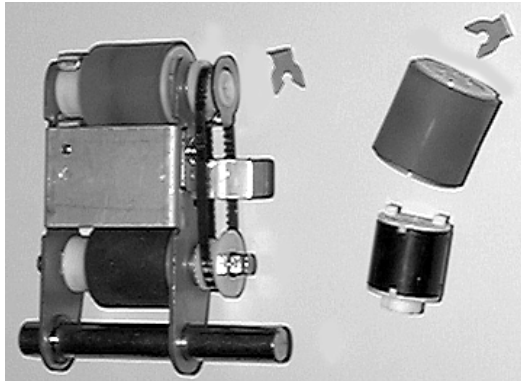

Abbildung 4-45 Aufnahmewalzen-Kit
1. Packen Sie das neue Aufnahmewalzen-Kit aus (Produktnummer: C5633A). Siehe Abbildung 4-45.